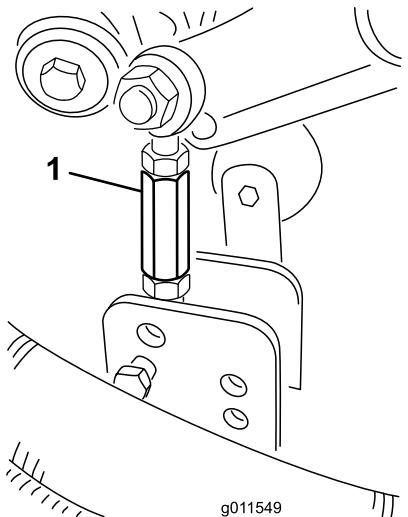

Figura 5
- Retire o perno de gancho e pino de segurança que fixam a união da altura de corte ao suporte da altura de corte da plataforma (Figura 5).